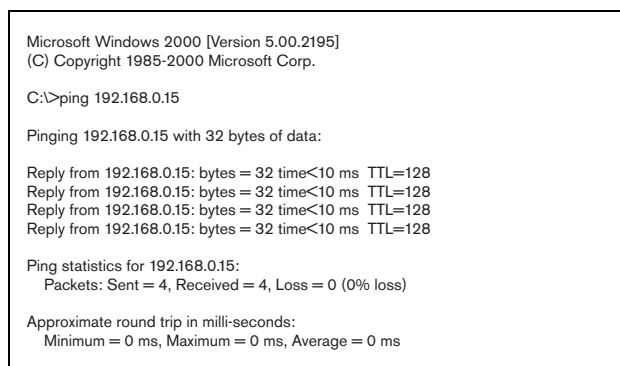

Abb. 36.3: Korrekte Verbindung
- Wenn eine Verbindung hergestellt werden kann, wird ein Bildschirm angezeigt, der dem in Abb. 36.3 gleicht.